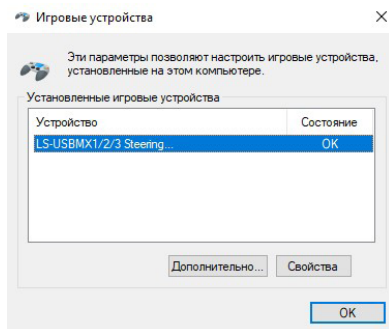
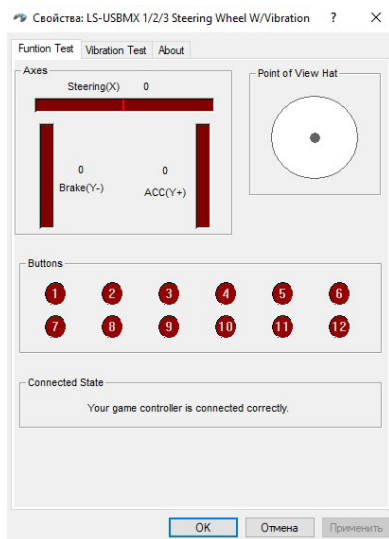
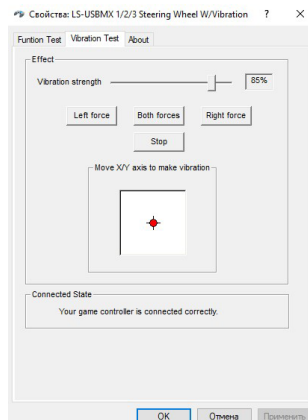

Рис. 5.
Рис. 6.
Рис. 7.
• В окне «Игровые устройства» (см. рис. 5) нажмите на кнопку «Свойства», на дисплее ПК появится окно «Свойства: LS-USBMX 1/2/3 Steering Wheel W/Vibration» (см. рис. 6). Здесь можно проверить работу осей и клавиш, вкладка «Vibration Test» позволяет проверить и настроить виброотдачу (см. рис. 7).